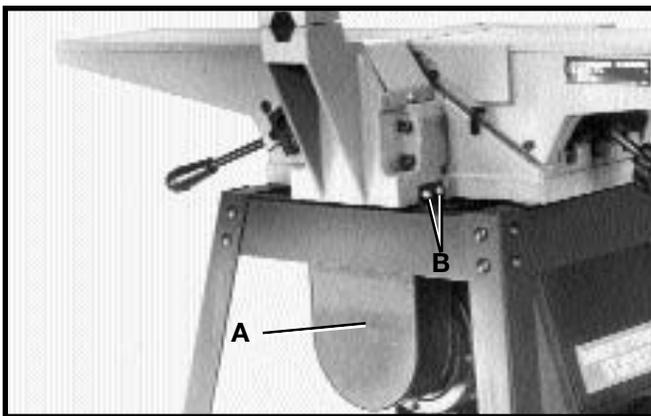

Fig. 19
1. Monte el protector de la polea del motor y de la correa poleas (A) Fig. 19, a la base de la machimbradora, haciendo uso de los cuatro tornillos de 1/2 pulg. de largo, de los cuales aparecen dos en (B), y cuatro arandelas de cierre.